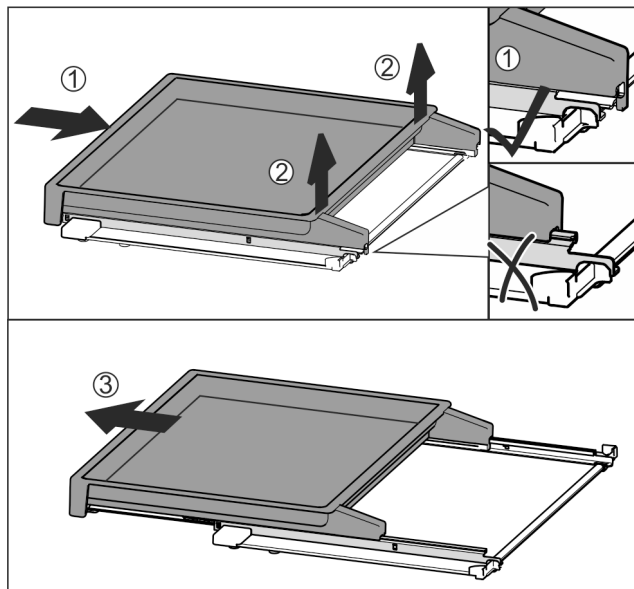

Fig. 36
- ▶ Vysouvací přihrádku zcela zasuňte Fig. 36 (1).
- ▶ Uvolněte západku na zadní straně Fig. 36 (2).
- ▶ Vysouvací přihrádku vyjměte směrem dopředu Fig. 36 (3).